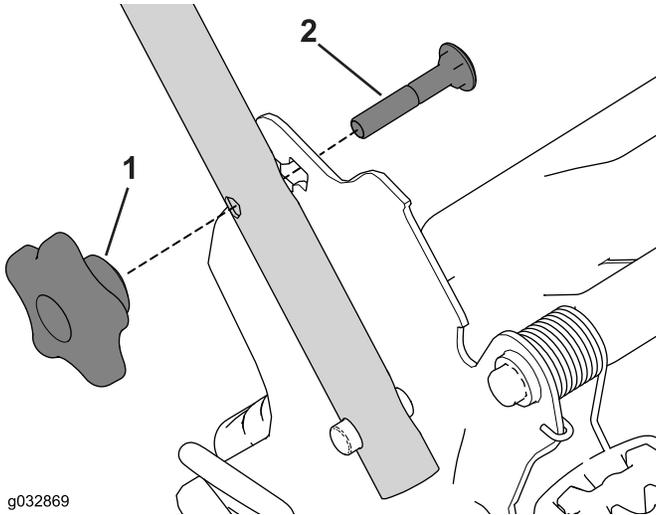

Рисунок 24
1. Снимите и сохраните две ручки и два каретных болта с кронштейнов рукоятки (Рисунок 24).